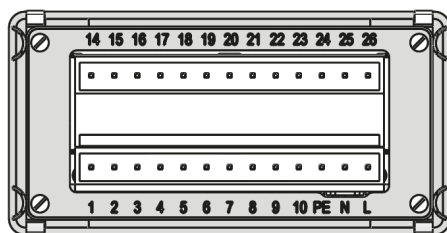

Abb. 3: Elektrische Anschlüsse mit Optionen (LD-Geberanschluss, Schnittstellen) für Inkremental, Absolut, Drehzahl, Stückzahl
- 2x 13 pol. Steckleiste (siehe Abb. 3).